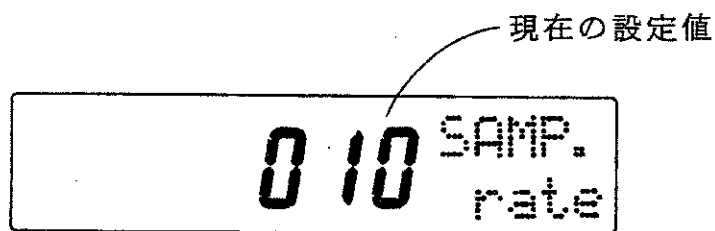

図3-8 サンプリング・レート設定時の表示
(2) サンプリング・レートの設定の方法
① SHIFTキーを押してから、RATEキーを押します。表示は[図3-8]のようになります。